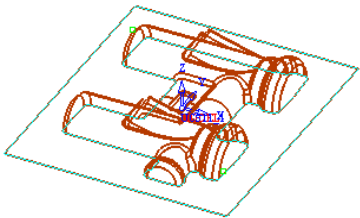

图 2-167 “零件”选项
4) 选择加工曲面。展开“零件”选项，单击“零件曲面”按钮，然后单击“选择”工具栏上的选择所有按钮，系统选中所有曲面，单击鼠标中键完成曲面选择，返回程序对话框，如图 2-167 所示。